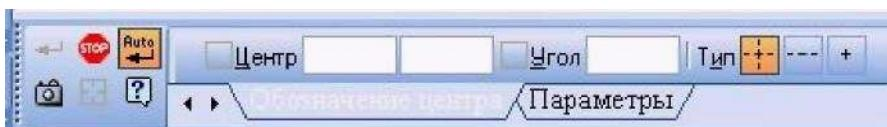

Рис. 3.21. - Панель свойств после нажатия кнопки *Обозначение центра*
- **Обозначение центра.** Панель свойств при включении кнопки **Обозначение центра** (рис. 3.21) позволяет указать: координаты центра, угол наклона осей, тип (две оси или одна), условное обозначение центра в виде крестика.